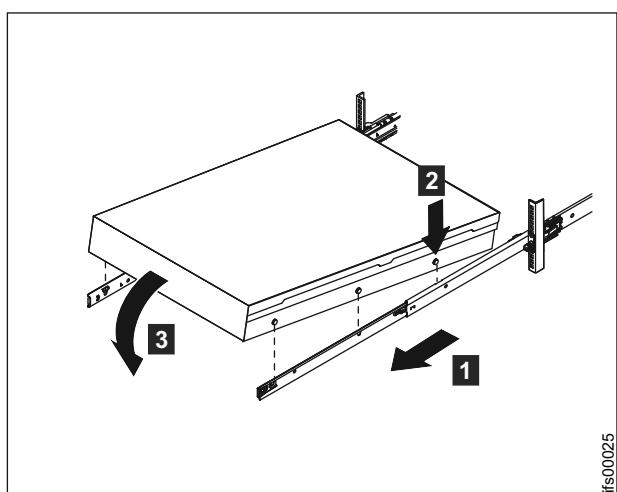

図 31. スライド・レールへのファイル・モジュールの取り付け
1. カチッという音が 2 回して所定の位置に止まるまで、スライド・レールを前方に引きます **1**。図 31 を参照してください。ファイル・モジュールを慎重に持ち上げ、スライド・レールの上方でファイル・モジュールを傾けて位置合わせし、装置の後部のくぎ頭 **2** がスライド・レールと並ぶようにします。後部のくぎ頭が 2 つの後部スロットに滑り込むまで、ファイル・モジュールを下方にスライドさせます。次に、残りのくぎ頭がスライド・レール上の残りのスロットに滑り込むまで、ファイル・モジュールの前面をゆっくり下げます **3**。図 31 を参照してください。